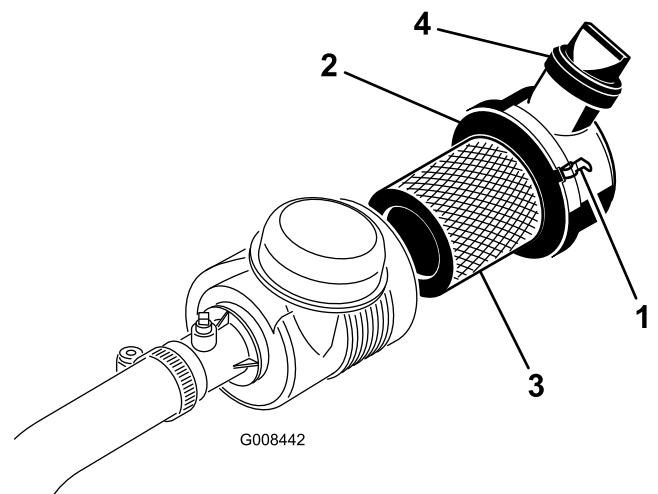

Bild 30
1. Lösen Sie die Laschen, mit denen die Abdeckung am Luftfiltergehäuse befestigt ist (Bild 30).
7. Stellen Sie sicher, dass die Riegel die Abdeckung am Gehäuse befestigen (Bild 30).